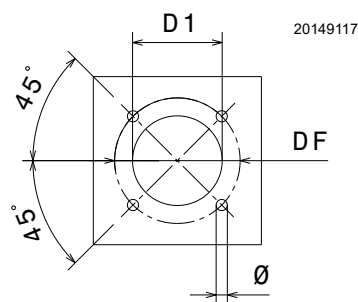

Fig. 15
Forare la piastra di chiusura della camera di combustione come in Fig. 15. La posizione dei fori filettati può essere tracciata utilizzando lo schermo termico a corredo del bruciatore.
- Infilare tutto il bruciatore sul foro caldaia, precedentemente predisposto (Fig. 15 a pag. 20), e fissare con le viti date a corredo.